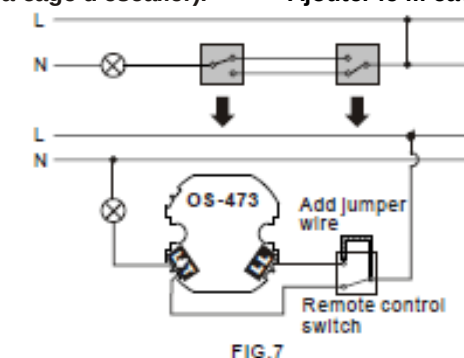

FIG. 7
3.2.1.2 La FIG. 7 représente l'interrupteur mural unique à capteur en remplacement d'un interrupteur va-et-vient :